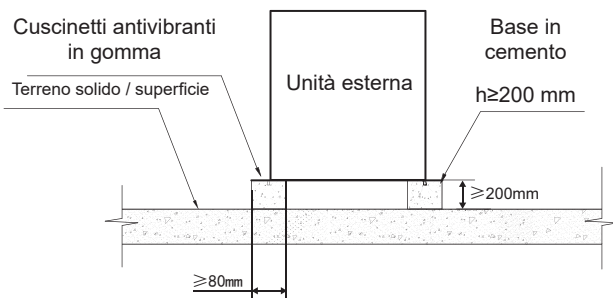

Fig. 6-4 Vista frontale della struttura di base
- 4) La Fig. 6-4 mostra un progetto di base in cemento. Le specifiche tipiche del cemento sono 1 parte di cemento, 2 parti di sabbia e 4 parti di pietrisco con barre di rinforzo in acciaio. I bordi della base devono essere smussati.